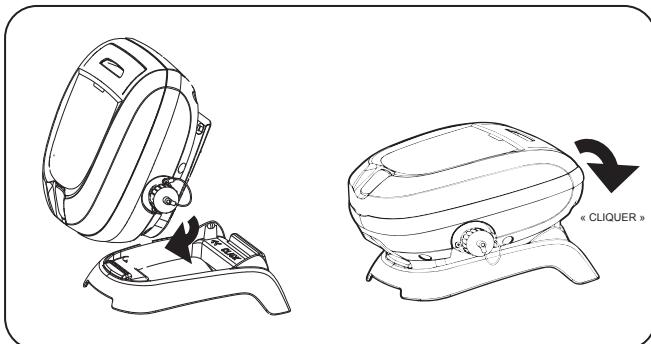

Figure 1. Brancher le socle de l'unité de contrôle
- ÉTATS-UNIS : Conformément aux exigences de la NEC®, maintenir l'unité de contrôle à au moins cinq (5) pi (1,5 m) du bord de la piscine. CANADA : Conformément aux exigences du CCE, maintenir l'unité de contrôle à au moins trois (3) m (10 pi) du bord de la piscine.
1. Asséoir fermement l'unité de contrôle dans le socle de l'unité de contrôle (Figure 1).